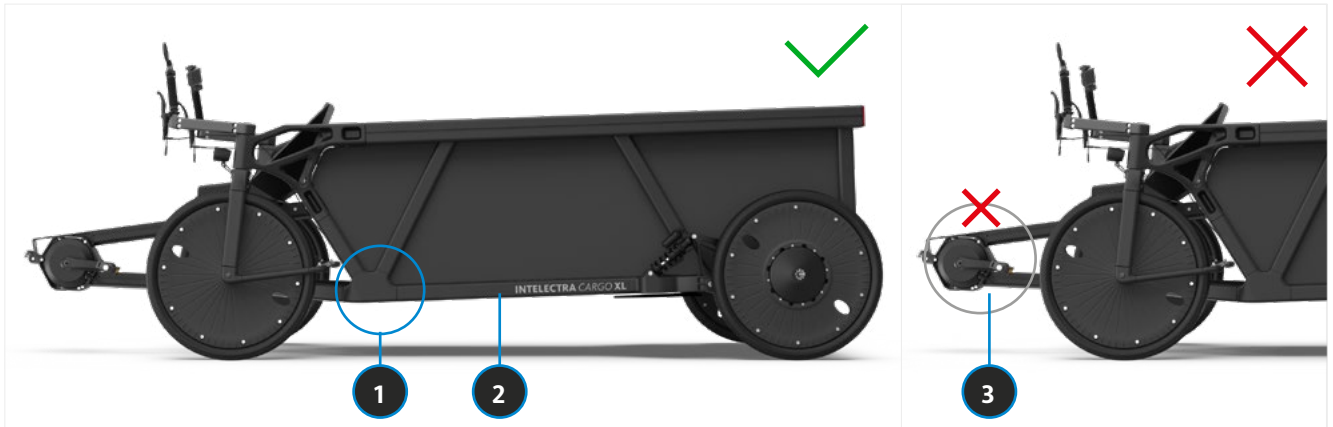
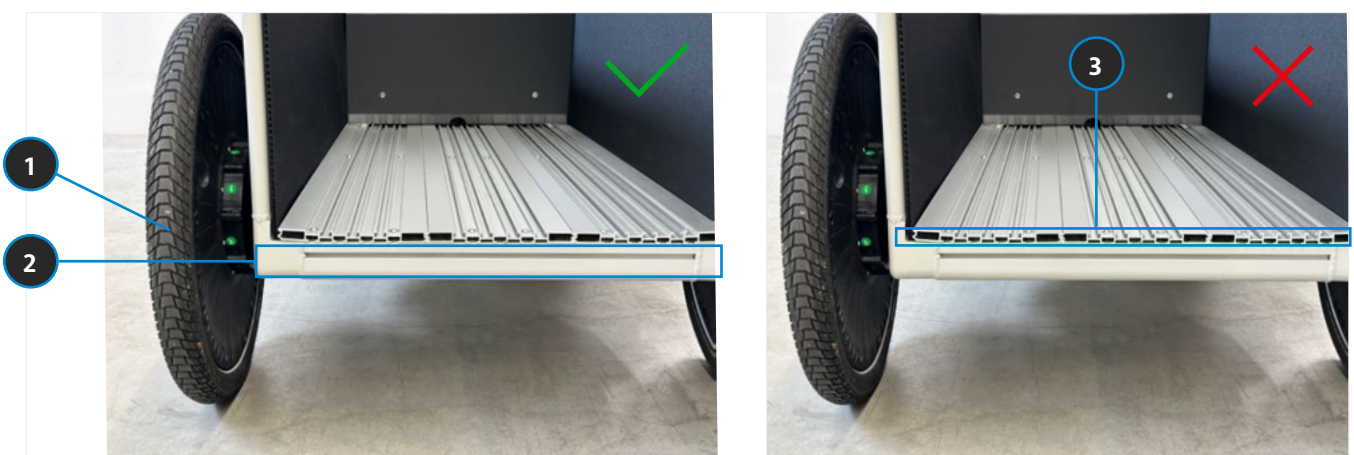

BILD 41 POSITIONIERUNG WAGENHEBER AM INTELECTRA – VORNE
BILD 42 POSITIONIERUNG WAGENHEBER AM INTELECTRA – HINTEN
► INTELECTRA mit Wagenheber (im Lieferumfang) aufbocken, sodass das Vorderrad frei in der Luft hängt (ca. 5-10 cm). Die empfohlenen Positionen zum Ansetzen des Wagenhebers am Rahmen sind in Bild 41 (vorne) und in Bild 42 (hinten) zu erkennen.